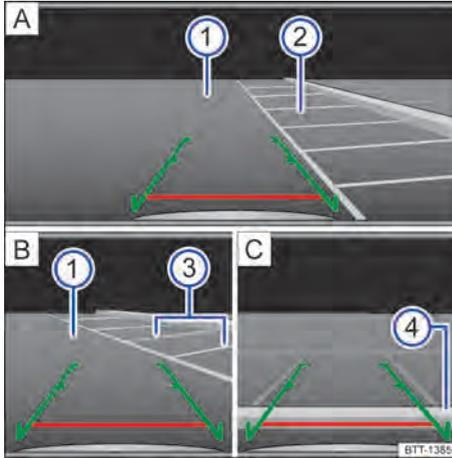

Fig. 109 Visualización de la pantalla del sistema de radio: estacionar con la cámara de marcha atrás.
Leyenda para fig. 109:
- Colocar el vehículo delante de la plaza de estacionamiento → fig. 109 ② **A**.
- Conducir hacia atrás lentamente y maniobrar de modo que las guías verdes laterales conduzcan entre las líneas de delimitación de la plaza de estacionamiento seleccionado ② **A**.
- Alinear el vehículo en la plaza de estacionamiento seleccionada de modo que las guías verdes laterales queden sobre las líneas de límite lateral ③ **B**.
- Detener el vehículo cuando la línea roja alcance el límite trasero ④ **C**. <